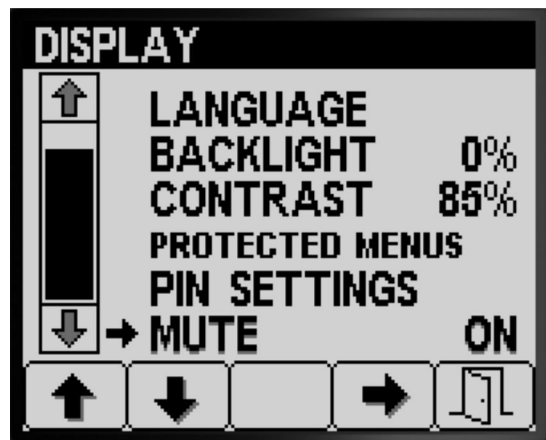

Figura 30
- Apăsai butonul 1 sau 2 pentru a naviga la opțiunea MUTE (oprire sunet) (Figura 30).